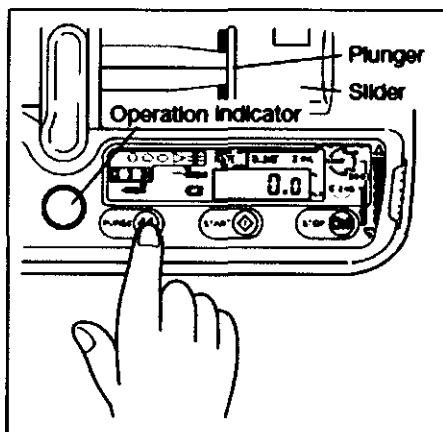

Fig. 15: Operation indicator: indicador de funcionamiento; Plunger: émbolo; slider: deslizador.
1) Pulse y mantenga oprimido el botón [PURGA] (El "Indicador de Funcionamiento" se iluminará en verde y girará rápido, mientras el timbre suena intermitentemente) hasta que la solución gotee por la punta de la aguja endovenosa. (Fig. 15)